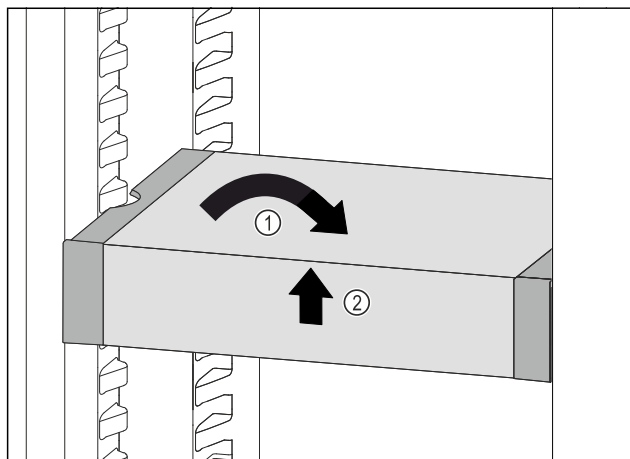

Fig. 177
- VarioSafe postavte rovně. Fig. 177 (1)
- VarioSafe vpředu zvedněte. Fig. 177 (2)